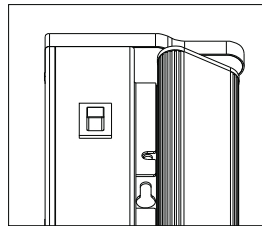

Figure 2
2. Position the fixture housing against the mounting surface. Swivel the reflector head out of the way and mark the screw hole locations. See Figure 2.
2. Placez l'appareil sur la surface de montage. Faites pivoter la tête du réflecteur à l'extérieur et marquez les emplacements des trous de vis. Voir la figure 2.